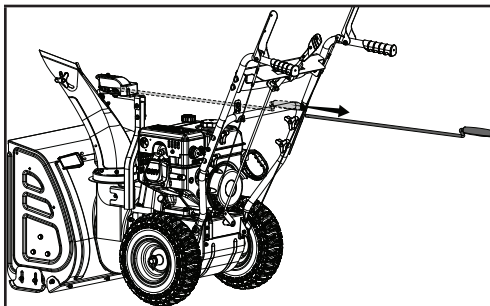

Figure 41
3. Retirez le levier du support de la goulotte de décharge (figure 41).